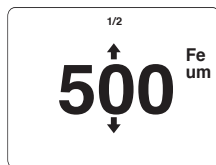

Figure 5
4. Appuyez sur les flèches ▲ et ▼ pour ajuster la valeur à l'épaisseur réelle de la pellicule d'épaisseur de revêtement standard (tel qu'indiqué à la figure 5).